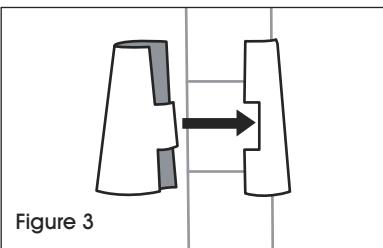

Figure 3
1. Commencez par la tablette la plus basse. Enclenchez les deux pièces emboîtables d'un support de tablette (la partie la plus large vers le bas) autour du montant à la rainure la plus basse où la tablette doit être placée. Faites glisser le support vers le haut ou vers le bas jusqu'à ce qu'il s'enclenche dans la rainure. Ajoutez un support de tablette dans la même position sur les autres montants. (Voir Figure 3)